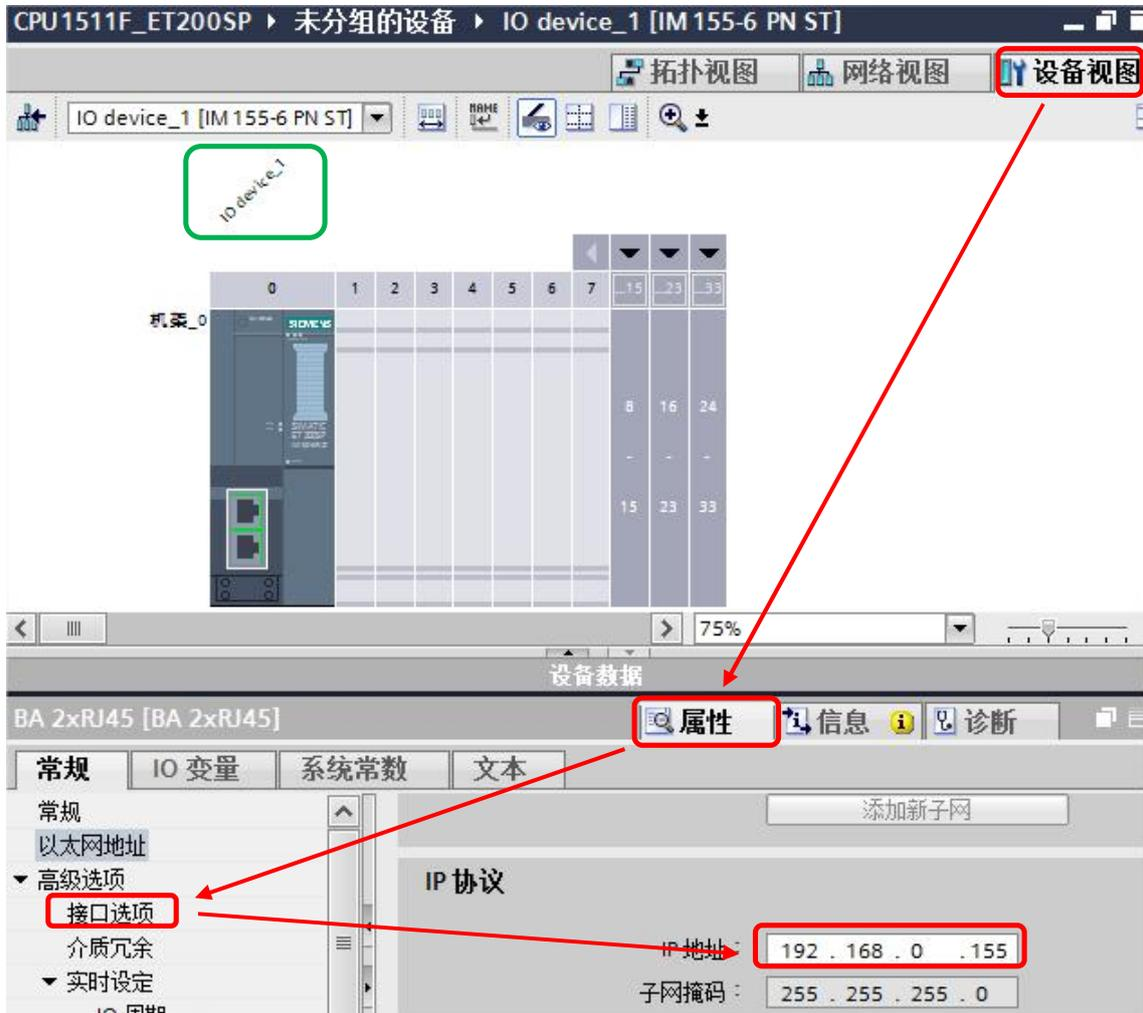
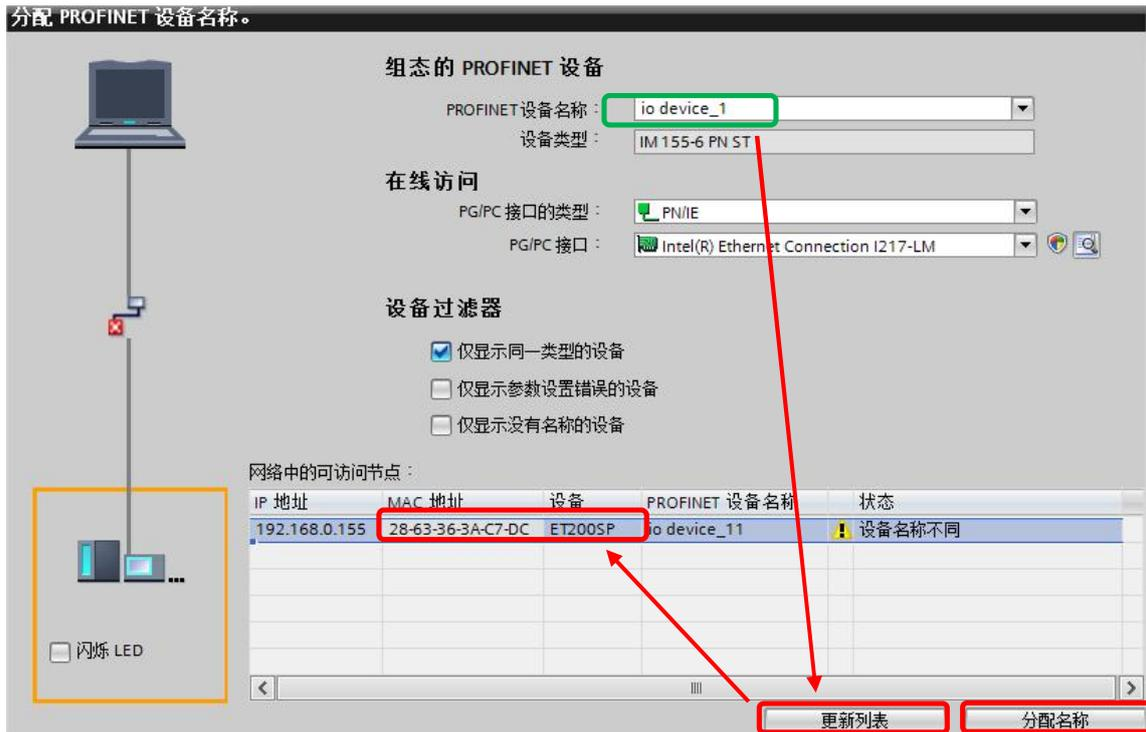

图 2-8 分配 IM155-6 PN ST 的 IP 地址
图 2-14 分配设备名称前
- 6) 为 IM155-6 PN 分配 IP 地址，首先在上图中双击 IM155 站点进入设备视图，在属性页面中点击“以太网地址”选项，在右侧页面中修改 IP 地址为“192.168.0.155”，如图 2-8 所示。（绿色方框中的名称作为后面章节要用到的 ET200SP 站 Device Name）
在弹出的新对话框中选择待分配的设备名称“io device\_1”（图 2-8 中绿色方框为 IM151-3PN 的设备名称），点击“更新列表”按钮，然后选中目标设备的 MAC 地址，点击“分配名称”按钮即可，如图 2-14/15 所示。